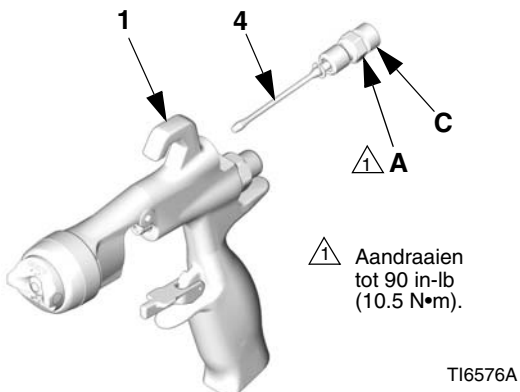

FIG. 34
2. Schroef de pakkingmoer van het ventilatorventiel (A) los van de achterzijde van het pistoolhuis (1). Schuif het complete ventilatorventiel (4) uit het pistoolhuis. Zie FIG. 34.
3. Vóór montage moet u de afstelklep voor het patroon (C) van het vervanggeheel van de ventilator (4) volledig naar links draaien om beschadiging van de zitting (5c) te voorkomen. Monteer de complete vervangende ventilator in het pistoolhuis (1). Schroef de pakkingmoer (A) in het pistoolhuis en trek ze aan tot 90 in-lb (10.5 N•m).